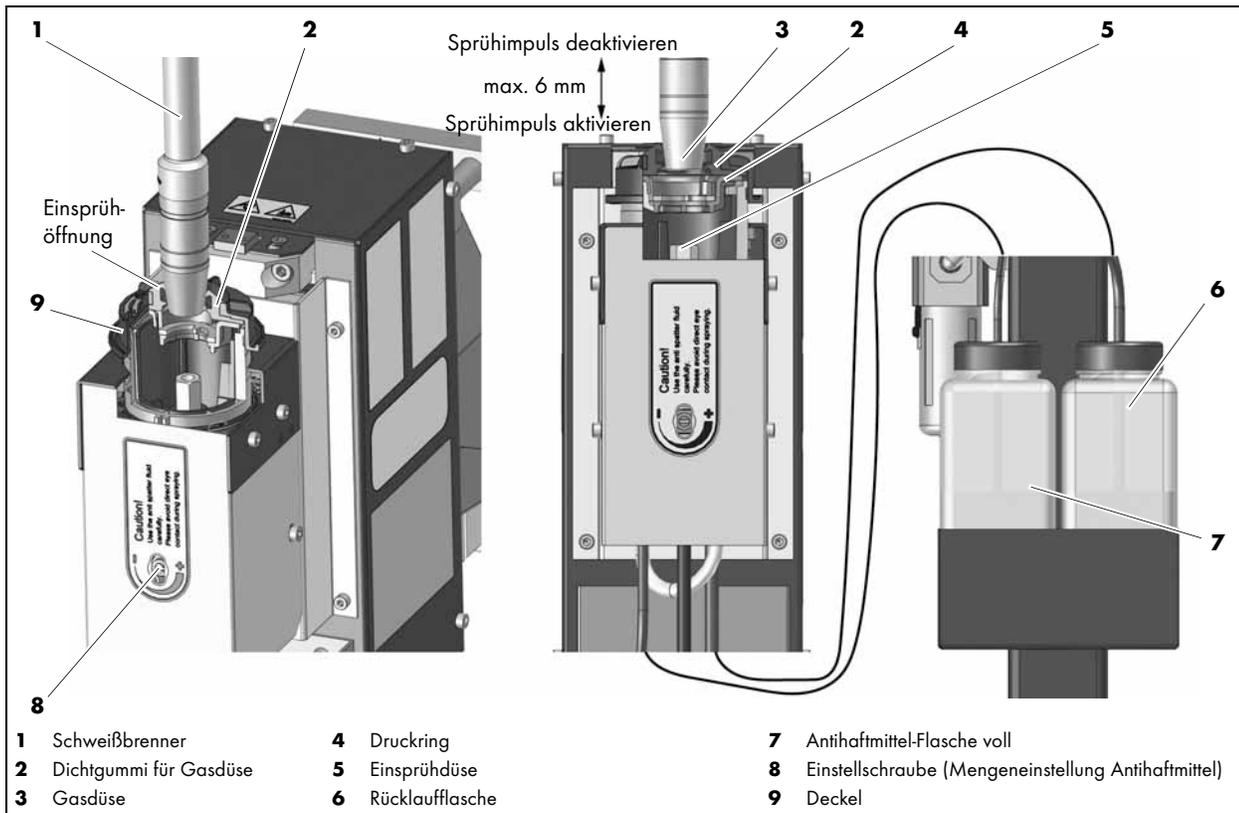

Abb. 12 Antispritzerschuttmittel einstellen
- Abb. 12 Antispritzerschutzmittel einstellen auf Seite DE-20